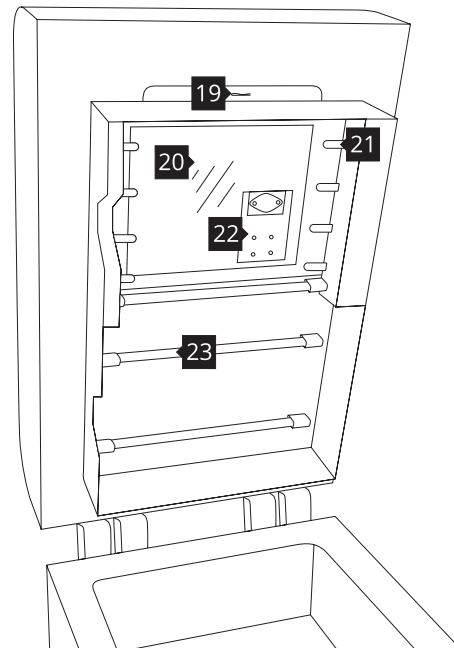

Bild 4. Ansicht des Heizmoduls des Druckers.
2. Während Sie das Heizungsmodul (Bild 4 und 7) festhalten, nehmen Sie den Splint **19** heraus, der sich oben im inneren Teil des Deckels **5** befindet.